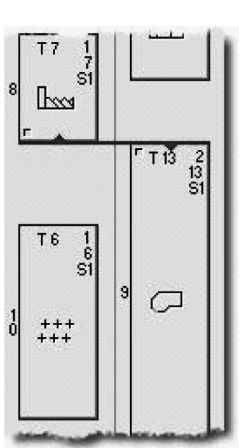

图 7-37 同步操作 1
12) 打开同步控制对话框，设置操作 8 和操作 9 同步，如图 7-37 所示。